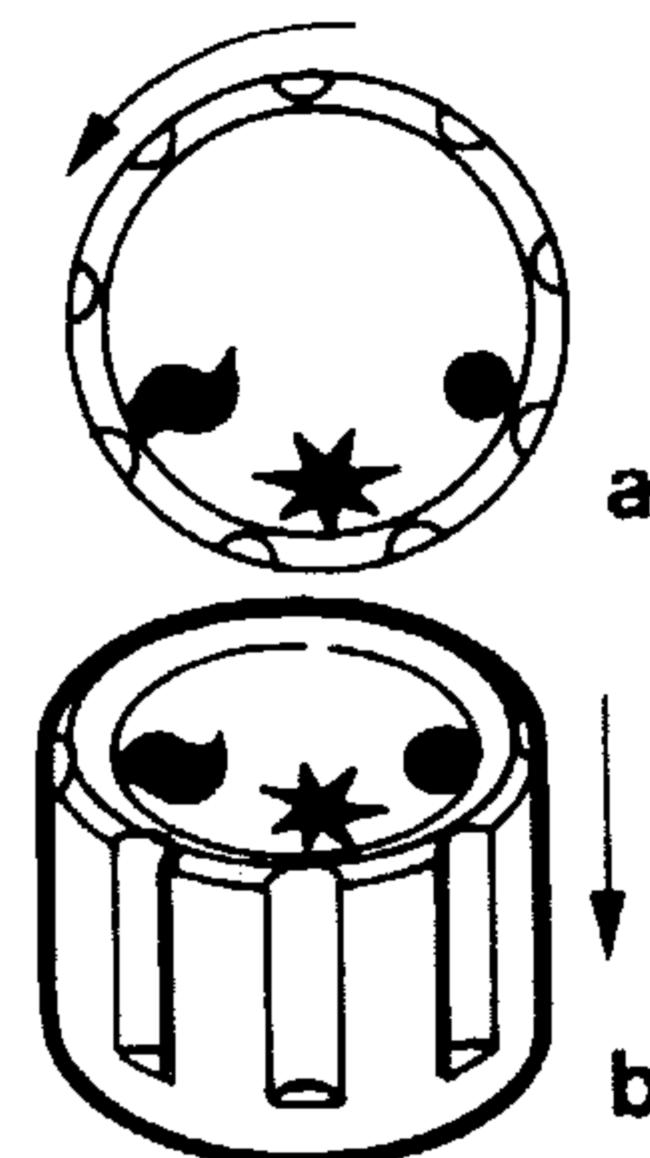

Fig. 12
4.02 Accensione della caldaia (fig. 12 e 13)